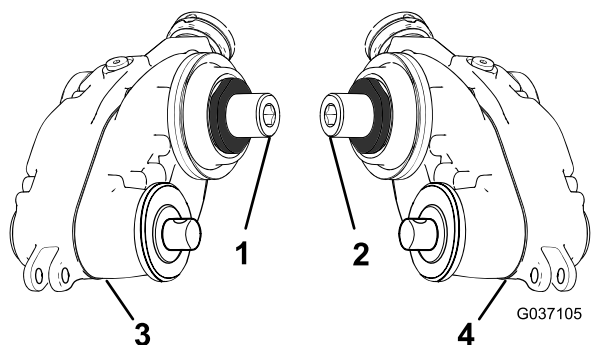

图6
1. 识别左驱动疏草刀驱动箱和右驱动疏草刀驱动箱；请参阅图6。